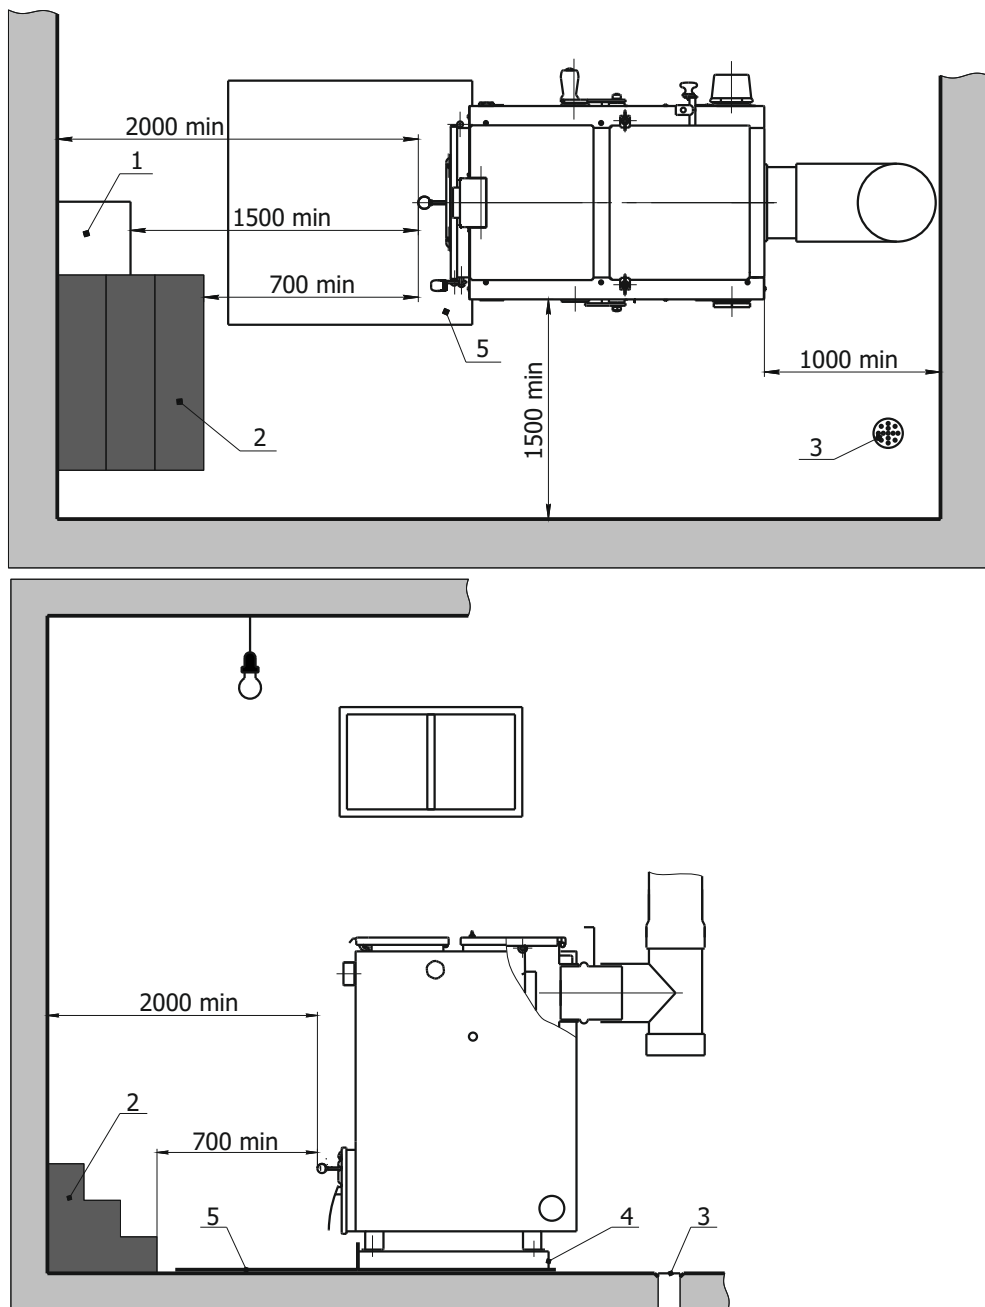

Рис.5 - Схема расположения котла в помещении (размеры в мм)
Расстояние от фронта котла или выступающих частей топки до противоположной стены котельной должно составлять не менее 2 м (см. рис.5) хранить запасы твердого топлива (1) не более, чем для одной смены работы котла. При этом ширина свободных проходов вдоль фронта котла должна быть не менее 1,5 м, а установленное оборудование и топливо не должны мешать обслуживанию котла.